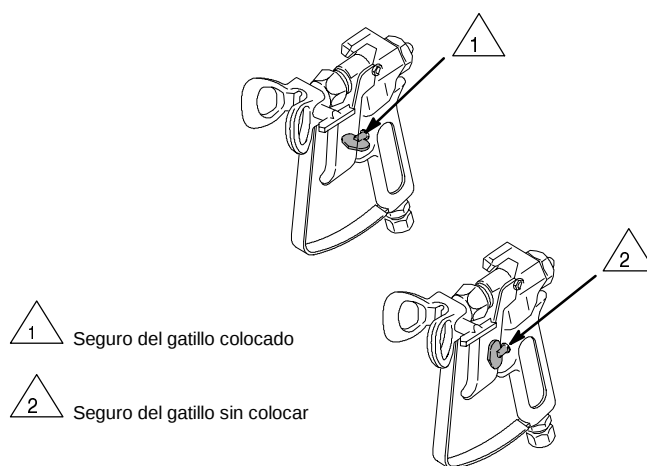

Fig. 4
- Abra el estrangulador (H) en cuanto arranque el motor.** Con tiempo frío, dejar el estrangulador cerrado de 10 a 30 segundos antes de abrirlo para que el motor siga funcionando.
8. **Suelte el cierre de seguridad de la pistola.** Vea la Fig. 4.